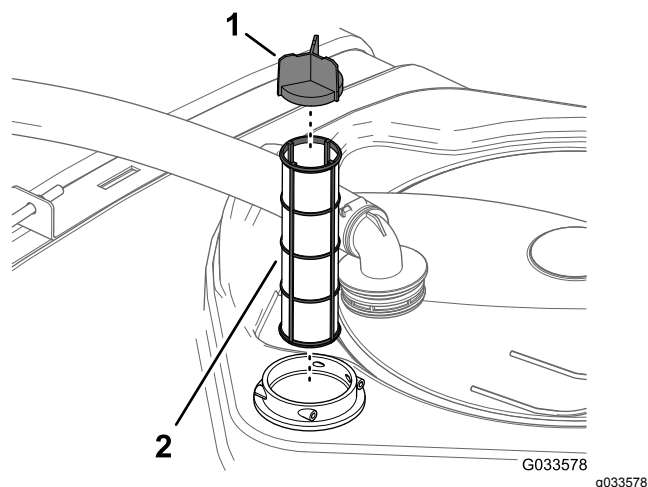

Figura 96
4. Retire o filtro de rede da sucção da estrutura do filtro no depósito (Figura 96).